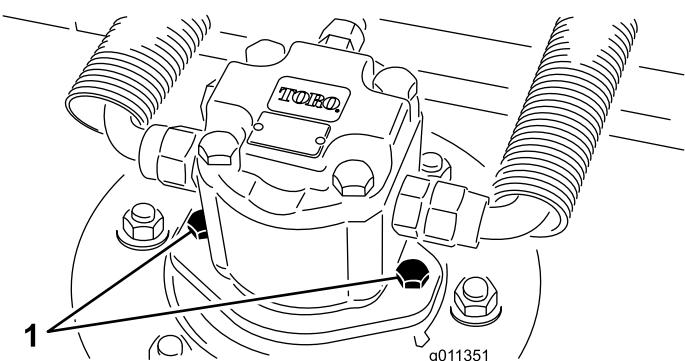

図10
2. デッキから油圧モータを外す（図10）。異物がつかないように、スピンドル上部にはカバーをかけておく。
4. デッキに油圧モータを取り付ける（図10）。Oリングを忘れずに、また、損傷させないよう注意して取り付ける。